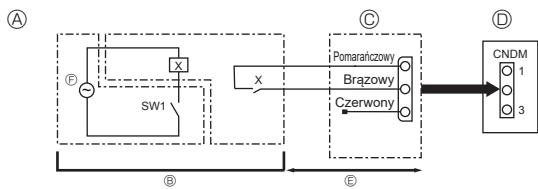

Fig. 8-1
- ① Podać zasilanie (wyłącznik automatyczny).
- ② Po zamknięciu zaworu odcinającego cieczy ustawić przełącznik SWP na pulpicie sterowniczym jednostki zewnętrznej w pozycji WL. Sprzęarka (jednostka zewnętrzna) i wentylatory (jednostki wewnętrzna i zewnętrzna) rozpoczęły pracę i rozpoczęcie się usuwanie czynnika chłodniczego. Diody LED1 i LED2 na pulpicie sterowniczym jednostki zewnętrznej są włączone.
8.1. Tryb pracy cichej (modyfikacja wykonana w miejscu przeznaczenia) (Fig. 8-1)